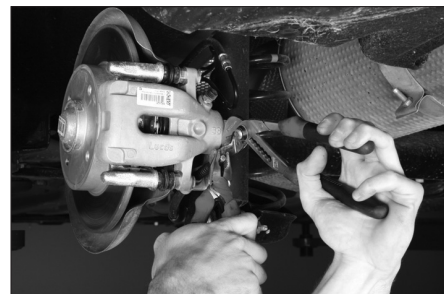

Fig. 8
- Désaccoupler le câble de frein de stationnement de l'étrier (Fig.8)